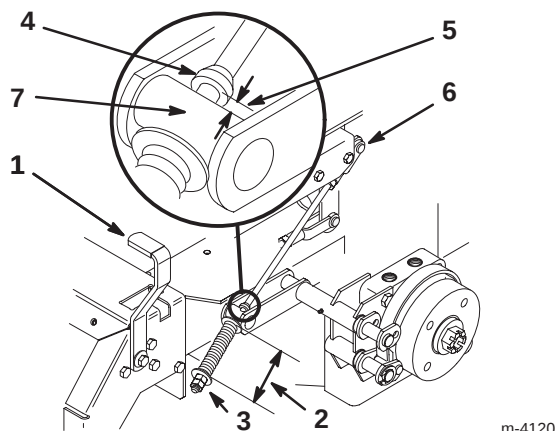

Figure 64
2. Mesurez la longueur du ressort ; les rondelles doivent être distantes de 74 mm (Fig. 64).
- A. Desserrez l'écrou de blocage situé sous le ressort et serrez l'écrou directement au-dessous de la chape (Fig. 64).
6. Mesurez la distance entre le galet de tourillon et le collier sur la tige de frein. Elle doit être comprise entre 5 et 7 mm (Fig. 64).
- B. Tournez les écrous de réglage inférieurs jusqu'à obtention de l'écart voulu (Fig. 64).